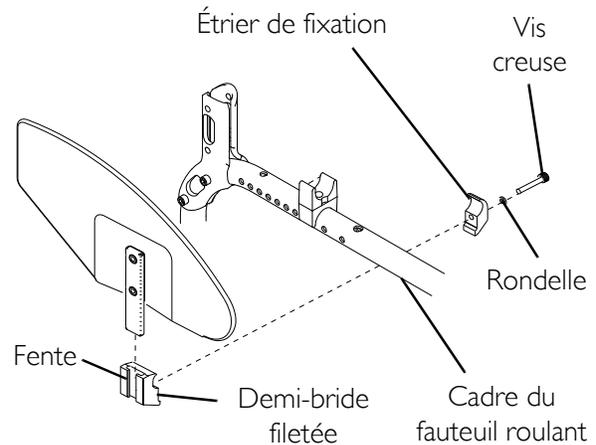

FIGURE 10.4 Installation des protège-vêtements
REMARQUE : Pour cette procédure, veuillez consulter la FIGURE 10.4.
4. Déterminez la position du protège-vêtements pour obtenir la rigidité désirée et assembler les deux (2) demi-bridés ensemble avec la vis.
5. Insérez le protège-vêtements rigide dans la fente de la demi-bride filetée, tel qu'illustré dans la FIGURE 10.4.